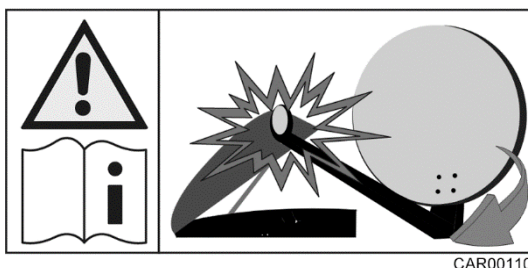

Fig. 59 Autocollant sur le lanterneau
- Avant la mise en service de l'installation satellite, fermer le lanterneau. Observer ce qui est écrit sur l'autocollant (Fig. 59).